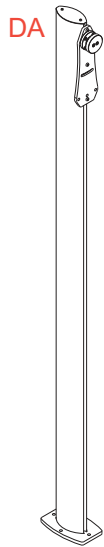

Fig. 3A
(Fig. 3A) Nr. 1 **Upright pole (DA)**